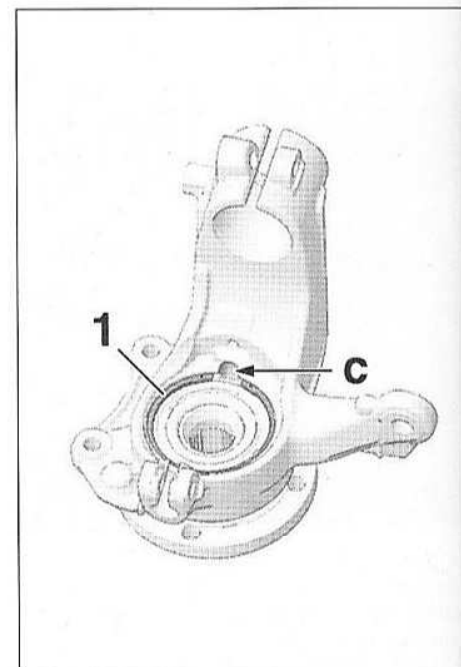

FIG.32
- Poser un circlips neuf (1) sur la face interne du pivot, en veillant à laisser libre le logement (c) du capteur de roue (Fig.32).